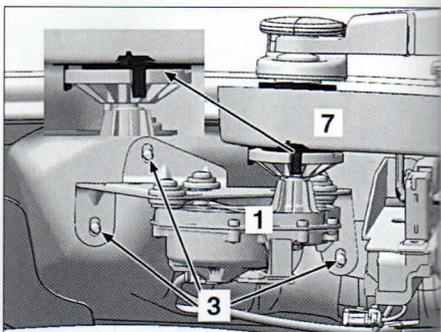

FIG. 44
cojinete del limpiaparabrisas (7) (fig. 44).